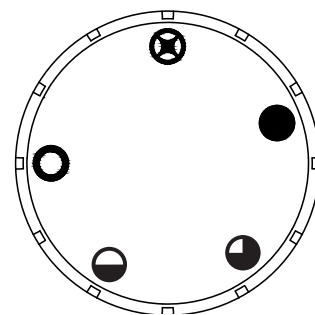
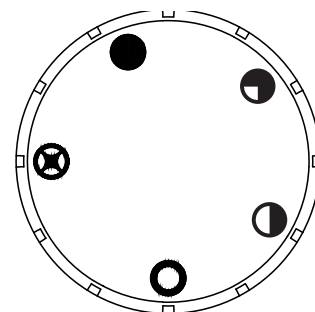

Fig. 22a
Fig. 23a
3. Presione la perilla de control suavemente y gírela  hacia la derecha a la posición  "OFF". (Ver Fig. 22a)
4. Espere cinco (5) minutos para que se vacíe todo el gas. Luego huela en busca de gas, incluyendo cerca del piso. Si huele gas, ¡ALTO! Siga "B" en la información de seguridad anterior. Si no huele a gas, vaya al siguiente paso.
5. Presione la perilla de control suavemente y gírela  hacia la izquierda a la posición "PILOT" . (Ver Fig. 23a) Oprima la perilla de control.